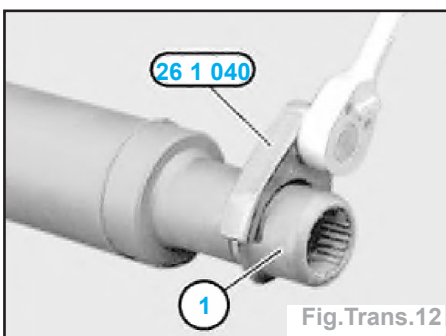

Fig. Trans. 12
- L'épaulement (2) doit être orienté du côté de l'outil 23 1 160.
- Dévisser la bague filetée (1) de l'arbre de transmission en utilisant au besoin l'outil 26 1 040 (Fig. Trans. 12).